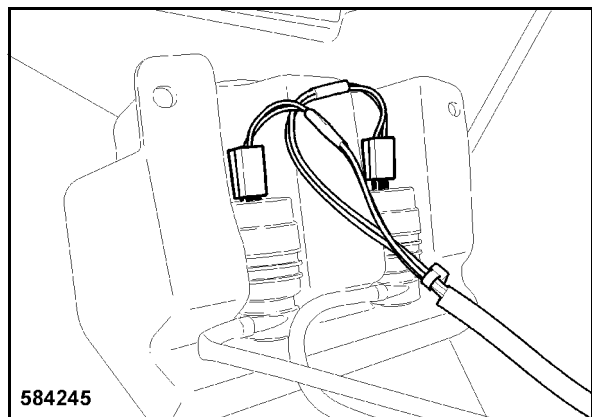

Bild 204
- Kiinnitä molemmat pesuvesipumpun liitospiistikkeet (Bild 204).